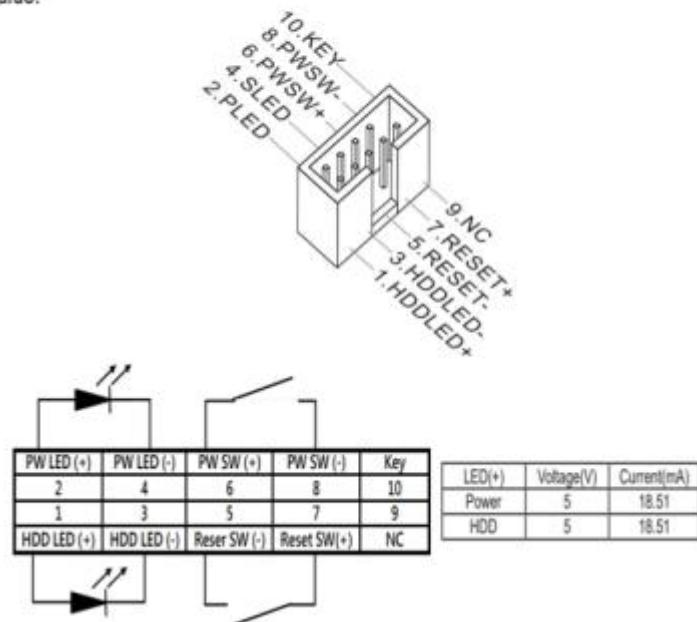

图 8 Front Panel 连接器定义
1、查询主板规格书，找到主板 Front Panel 连接器位置，找到规格书上标注的连接器针脚定义（如图 8 所示）；